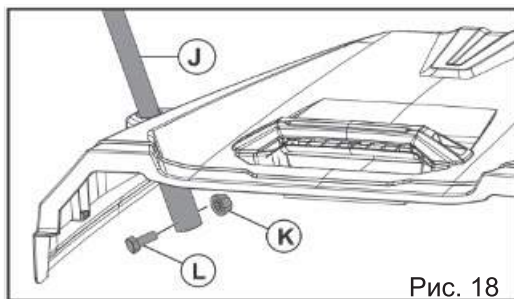

Рис. 18
Рычаг подъёма для поворота травосборника при опорожнении (J) вставьте в отверстие верхней части травосборника и установите снизу болт (L) и гайку (K). Рис. 18.